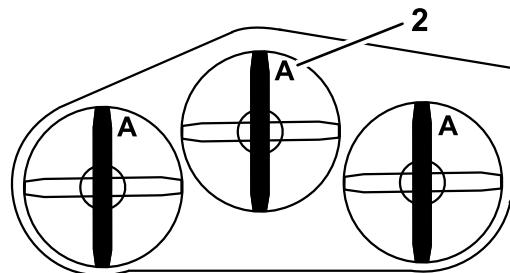

**Figura 92**
1. Inspeccione los filos de corte (Figura 92). Si los bordes no están afilados o tienen muescas, retire las cuchillas y afílelas. Consulte Afilado de las cuchillas.
2. Inspeccione las cuchillas, especialmente la parte curva (Figura 92). Si observa daños, desgaste o la formación de una ranura en esta zona (Figura 92), instale inmediatamente una cuchilla nueva.